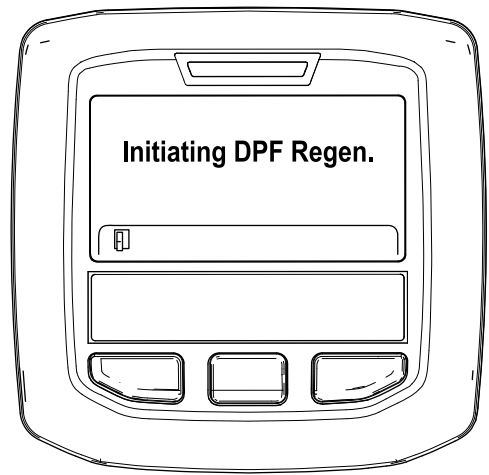

Figura 36
- A. Viene visualizzato il messaggio "Inizializzare Rigen. FAP" (Figura 36).